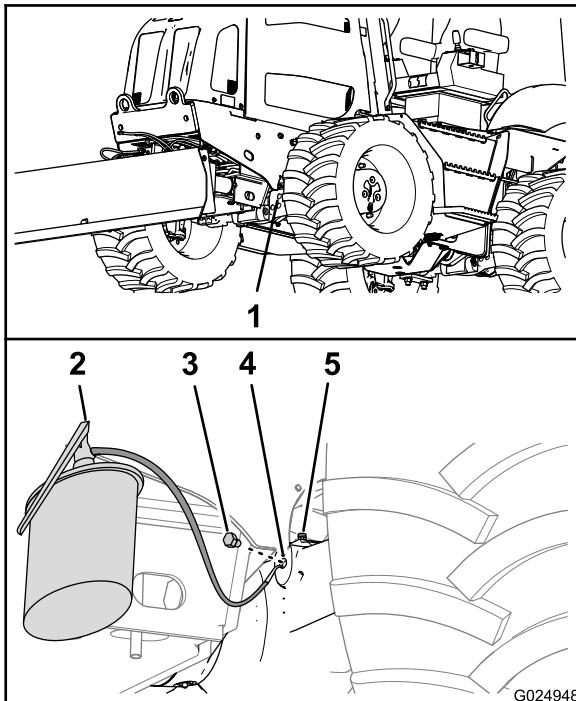
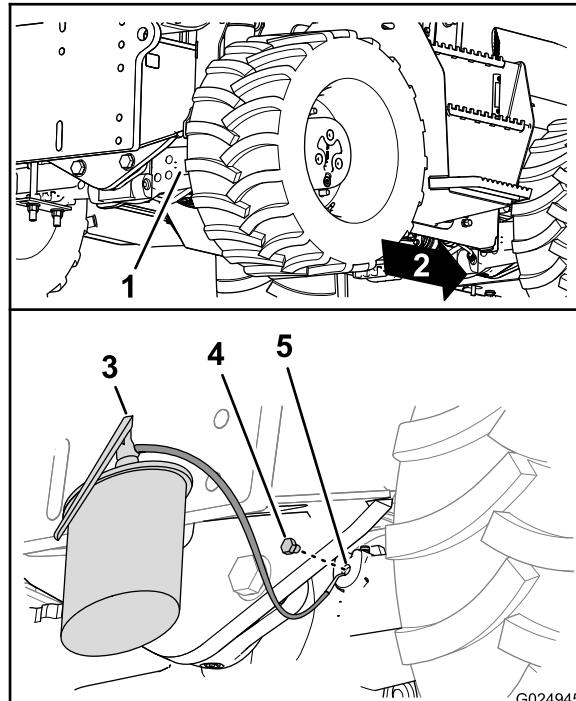

Figura 90
Figura 91
5. Instale los tapones de vaciado en los orificios de vaciado de las cajas de piñones (Figura 90 y Figura 91).
6. Llene los ejes con el aceite especificado a través de la mirilla hasta que el aceite llegue a las rosas de la parte inferior del orificio (Figura 90 y Figura 91).
8. Instale los tapones de llenado en las mirillas de las cajas de piñones de los ejes (Figura 90 y Figura 91).